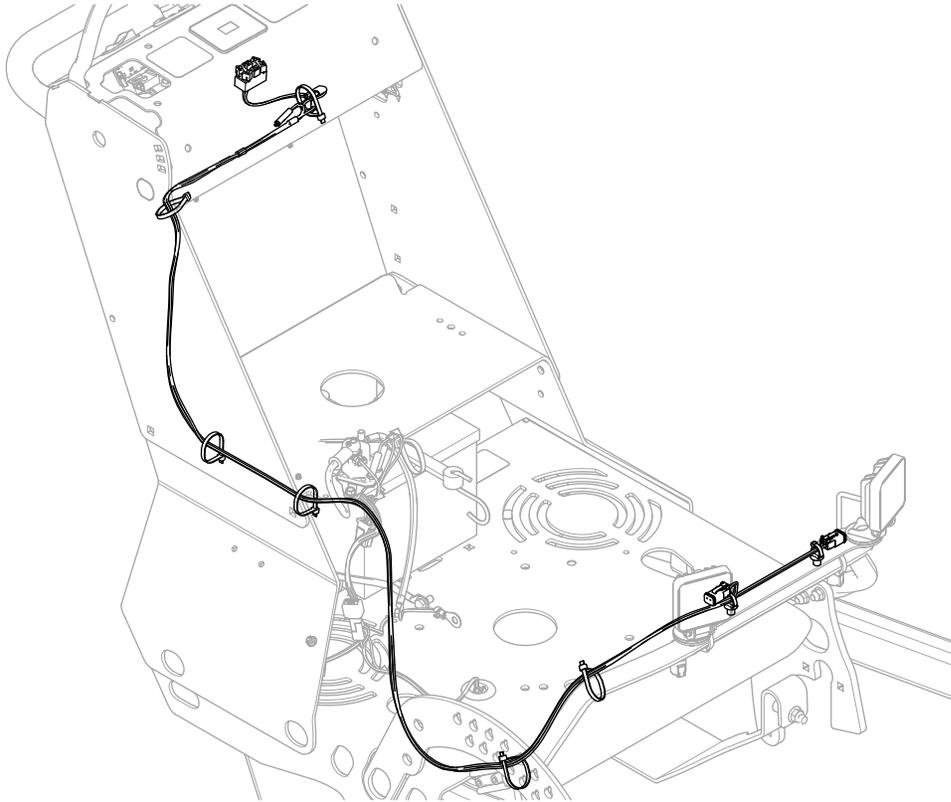

Bild 5
3. Verlegen Sie den Kabelbaum entlang der rechten Maschinenseite, wie in **Bild 5** dargestellt.
4. Befestigen Sie den Kabelbaum mit Kabelbindern an der Maschine (**Bild 5**).